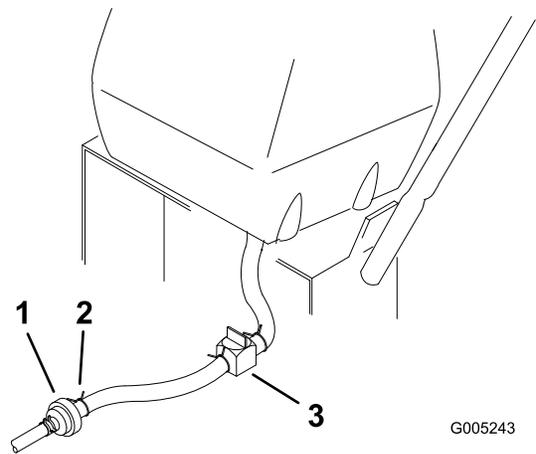

Figura 27
3. Cierre la válvula de cierre de combustible del depósito de combustible (Figura 27).
4. Apriete los extremos de la abrazadera y deslícela por el tubo alejándola del filtro (Figura 27).
5. Retire el tubo de combustible del filtro (Figura 27).